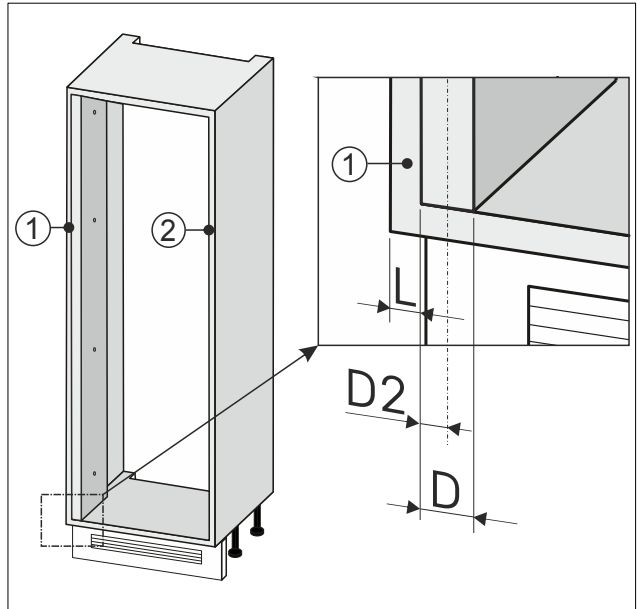

Fig. 94
- Merkitse seinätasauksen puolikas leveys Fig. 94 (D2) muistiin.